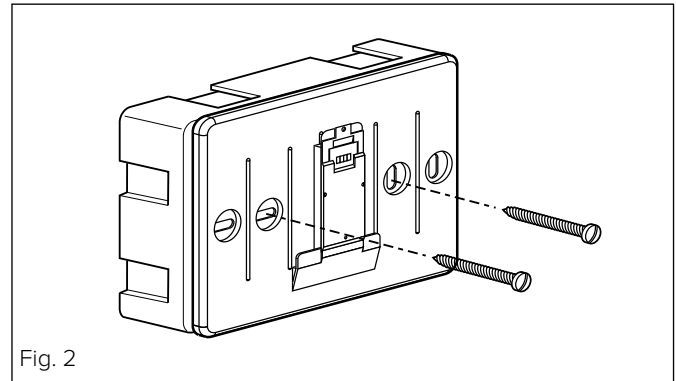

Fig. 2
- podłączyć parę przewodów do złącza (w sposób opisany na następnej stronie) i zamknąć płytkę zabezpieczającą (rys.2),